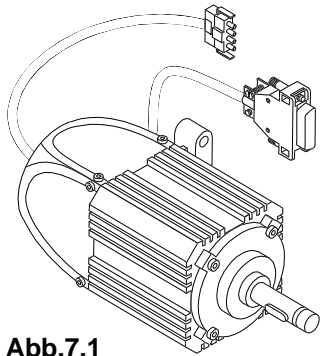

Abb.7.1
**Motor** QE3760 (Abb. 7.1) mit integriertem opto-elektronischem Drehwinkelgeber für die Kommutierung und Positionierung.